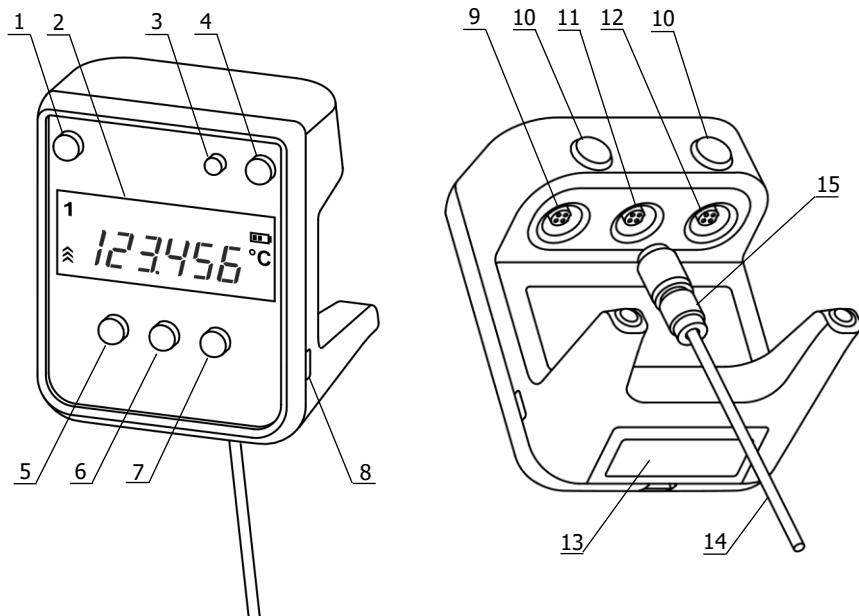
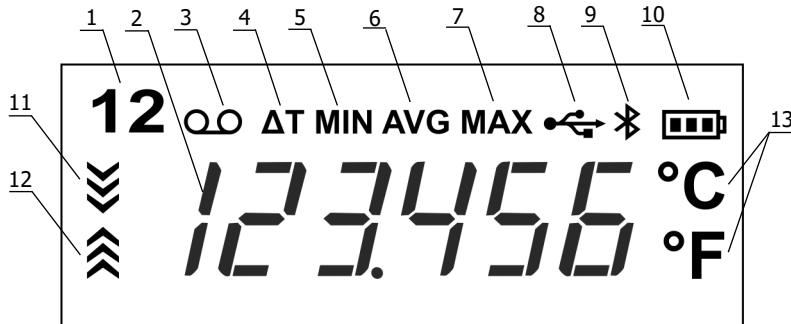

Рисунок 1 — Внешний вид термометра
Рисунок 2 — Дисплей термометра
2.2.2 При подключении датчика температуры с разъемным соединением к электронному блоку, следует совместить ключи на разъеме датчика 15 (рисунок 1) и разъеме электронного блока 11, затем вдвинуть датчик до упора и зафиксировать его при помощи резьбового соединения кожуха разъема.
2.2.3 Включить питание термометра кнопкой 4 (рисунок 1). Прибор не требует предварительного прогрева и сразу же готов к работе.
2.3.2 Для термометра с двумя каналами измерений температуры переключение каналов выполняется нажатием кнопки 1 (рисунок 1). При этом на дисплее отображается индикатор номера канала 1 (рисунок 2).
2.3.3 Для оценки направления и скорости изменения температуры служат индикаторы 11 и 12 (рисунок 2), которые загораются при уменьшении или увеличении измеряемой температуры соответственно. Чем
2.4.2 Состояние элементов питания отображается на дисплее индикатором 10 (рисунок 2). Чем меньше «полосок» содержит символ батареи, тем сильнее разряжены элементы питания. Признаком необходимости замены элементов питания является индикатор без «полосок».
2.4.3 Для замены элементов питания открыть крышку батарейного отсека 13 (рисунок 1), извлечь старые элементы и установить новые, соблюдая полярность.
2.5.2 Для запуска/остановки записи результатов измерений в память, нажать кнопку 7 (рисунок 1). Когда запись результатов включена, отображается индикатор 3 (рисунок 2). Запись выполняется циклически, т.е. когда вся память будет заполнена, при добавлении очередного результата, будет стираться самый «старый» результат.
2.6.1 При проведении измерений термометр, начиная с момента включения, непрерывно отслеживает значения минимальной, средней и максимальной температуры для каждого измерительного канала. Многократное нажатие кнопки 6 (рисунок 1) последовательно выводит на дисплей значения этих температур вместе с соответствующим индикатором 5–7 (рисунок 2).
2.6.2 Для термометра с двумя каналами измерений температуры дополнительно имеется функция определения разности температур (ΔT), измеренных датчиками первого и второго каналов. Результат ΔT можно вывести на дисплей, нажимая кнопку 6 (рисунок 1) до появления индикатора 4 (рисунок 2).
2.7.2 Для переключения между единицами измерений температуры нажать кнопку 5 (рисунок 1) и, удерживая ее, нажать кнопку 6.
2.8.2 Для изменения количества знаков после запятой нажать кнопку 5 (рисунок 1) и, удерживая ее, нажать кнопку 7.
- включить термометр, при этом на дисплее отображается индикатор 8 (рисунок 2);
2.11.2 Включение/выключение модуля осуществляется нажатием кнопки 3 (рисунок 1). Когда модуль включен, на дисплее отображается индикатор 9 (рисунок 2).